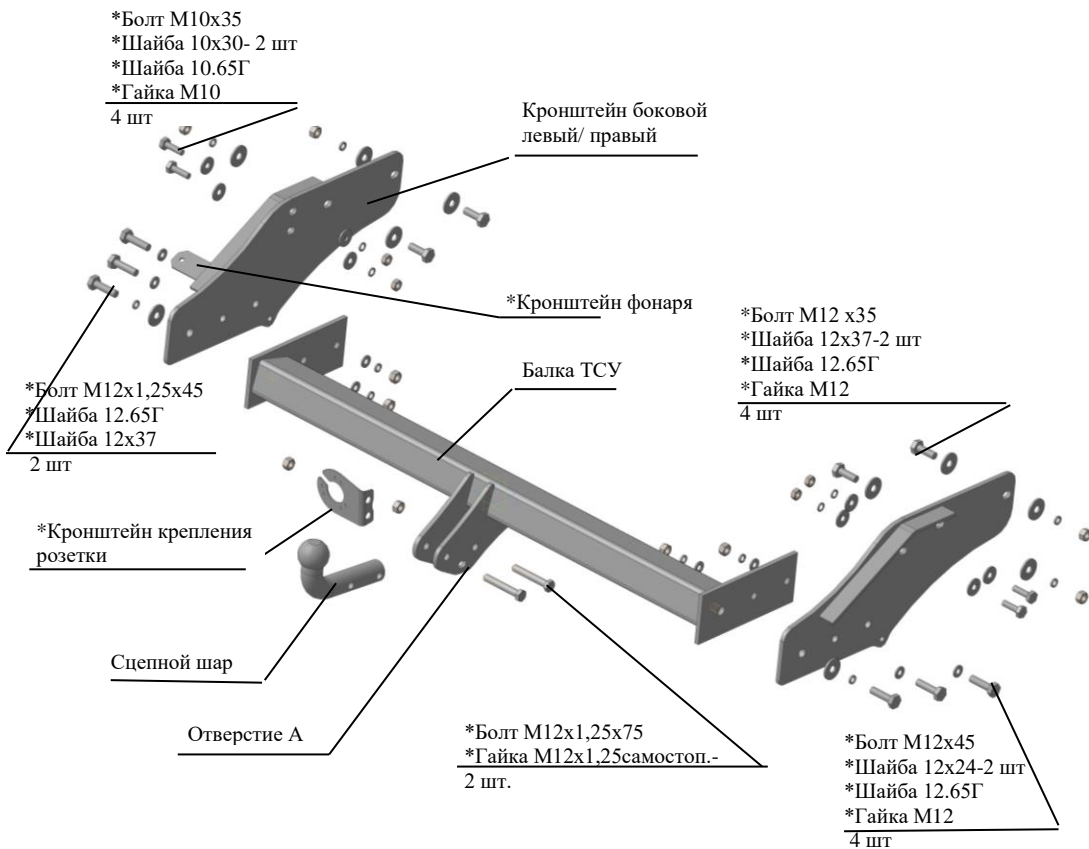

Рис.1 Тягово-цепное устройство 3200.
2.1 ТСУ 3200 в сборе (рис.1)	1 шт.
2.2 Пакет с комплектующими (см. рис.1)	1 шт.
- 4.1 Снять задний бампер, снять левый противотуманный фонарь. Установить боковые кронштейны ТСУ (правый и левый соответственно рис.1), закрепив к боковым полкам рамы а/м болтами М12х35 и гайками М12, подложив под гайки шайбы 12.65Г и 12х37, а под головки болтов – шайбы 12х37 и болтами М10х35 и гайками М10, подложив под гайки шайбы 10.65Г и 10х30, под головки болтов подложив шайбы 10х30, . Крепеж не затягивать.
4.4 Установить на место бампер и закрепить слева (по ходу а/м) противотуманный фонарь на кронштейн фонаря штатным крепежом фонаря, а к боковому кронштейну болтом М8х25 и гайкой М8, подложив под гайку шайбу 8.65Г и 8х17 (на рис.1 данный крепеж условно не показан).